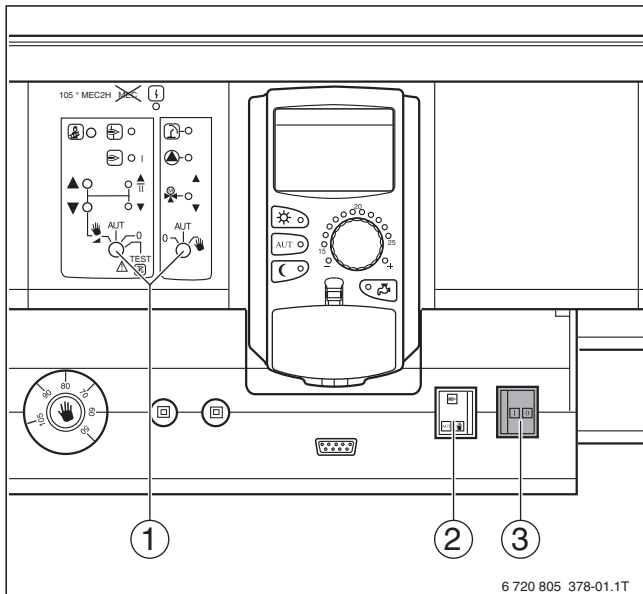

Bild 5 Ein/Aus-Schalter
- Sicherstellen, dass der Ein/Aus-Schalter (→ Bild 5, [3]) des Regelgeräts auf **0** steht.
- Sicherstellen, dass die Handschalter (→ Bild 5, [1]) auf den eingesetzten Modulen und der Schalter für Notbetrieb Brenner (→ Bild 5, [2]) auf **AUT** stehen.